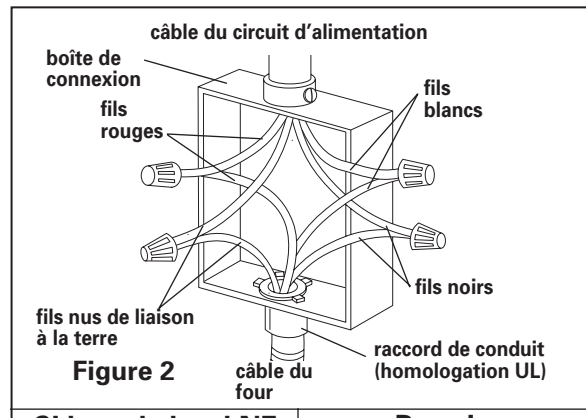

Figure 2
8. Connecter le fil blanc du câble de l'appareil au fil neutre (blanc) dans la boîte de connexion. Voir Figure 2.
9. Connecter le fil nu de liaison à la terre de l'appareil à un fil relié à la terre dans la boîte de connexion. Voir Figure 2.
9. Connecter le fil nu de liaison à la terre de l'appareil au fil vert de liaison à la terre dans la boîte de connexion. **Ne pas connecter le fil nu de liaison à la terre au fil neutre (blanc) dans la boîte de connexion.** Voir Figure 2.